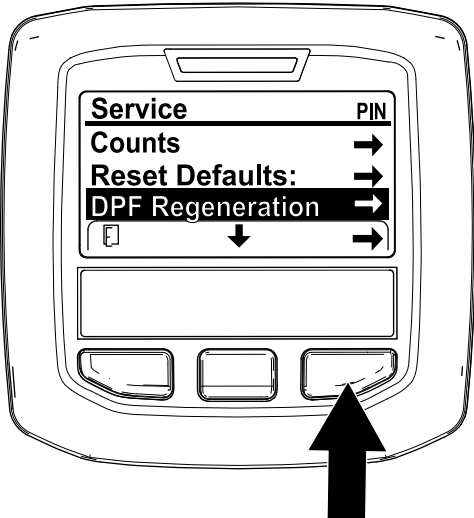

Figura 33
1. Aceda ao menu de manutenção, pressione o botão central para se deslocar para a opção DPF REGENERATION (Regeneração do DPF) (Figura 33).
2. Pressione o botão direito para seleccionar a entrada Regeneração do filtro de partículas de gasóleo (Figura 33).